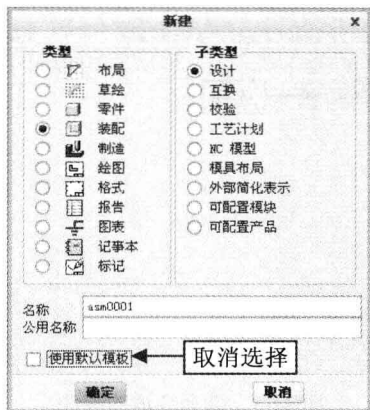

图 11-6 “新建”对话框
Step 01 按【Ctrl+N】组合键，弹出“新建”对话框，选中“装配”单选按钮，取消选中“使用默认模板”复选框，如图 11-6 所示。